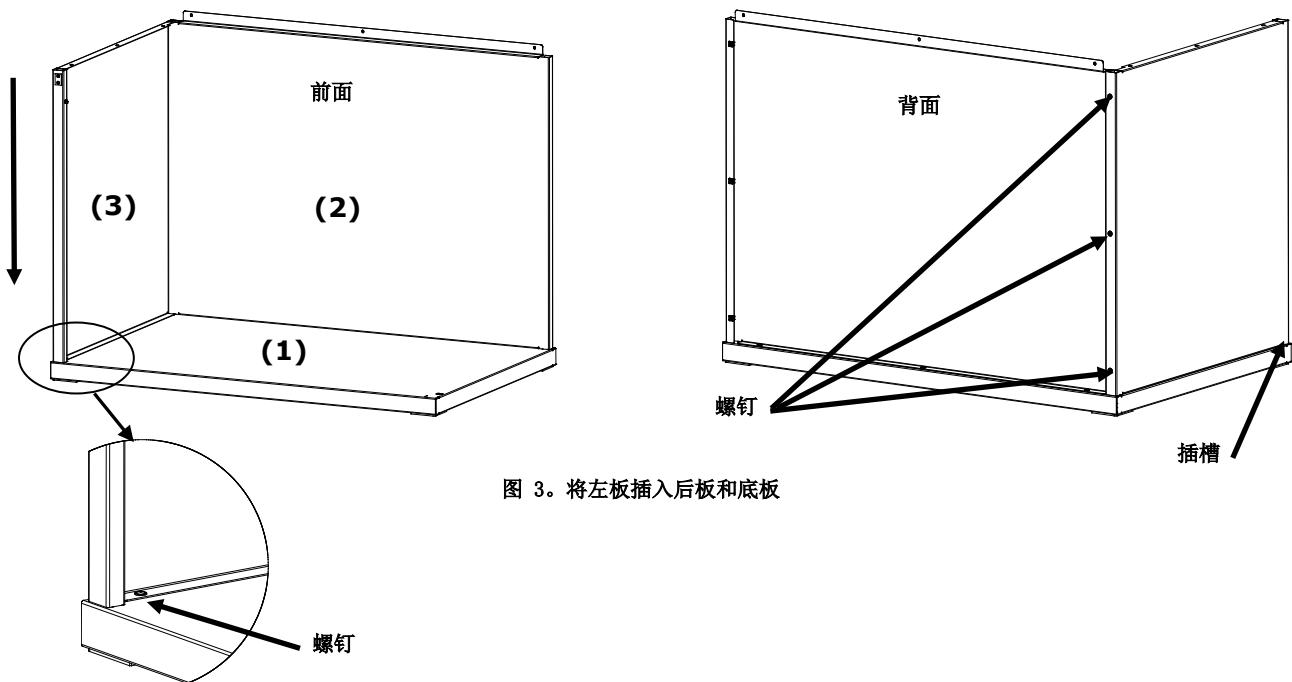

图 3. 将左板插入后板和底板
3. 扶住后板 (2), 将左板 (3) 光滑面朝外置于后板 (2) 的上方边缘处。
4. 将左板 (3) 沿着互锁槽向下滑动, 直至左板 (3) 的前袢扣插入底板 (1)。按图 3 所示, 用四颗螺钉将左板 (3) 固定至底板和后板。